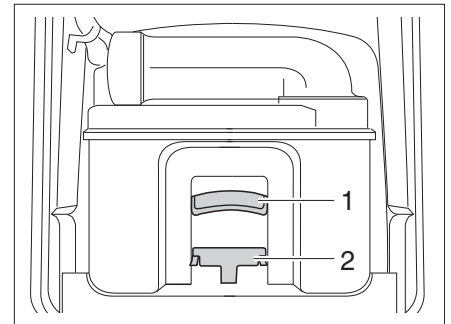

Bild 105 Thetford-Kassette
- Haltebügel (Bild 105,1) nach oben ziehen und Thetford-Kassette (Bild 105,2) herausziehen.